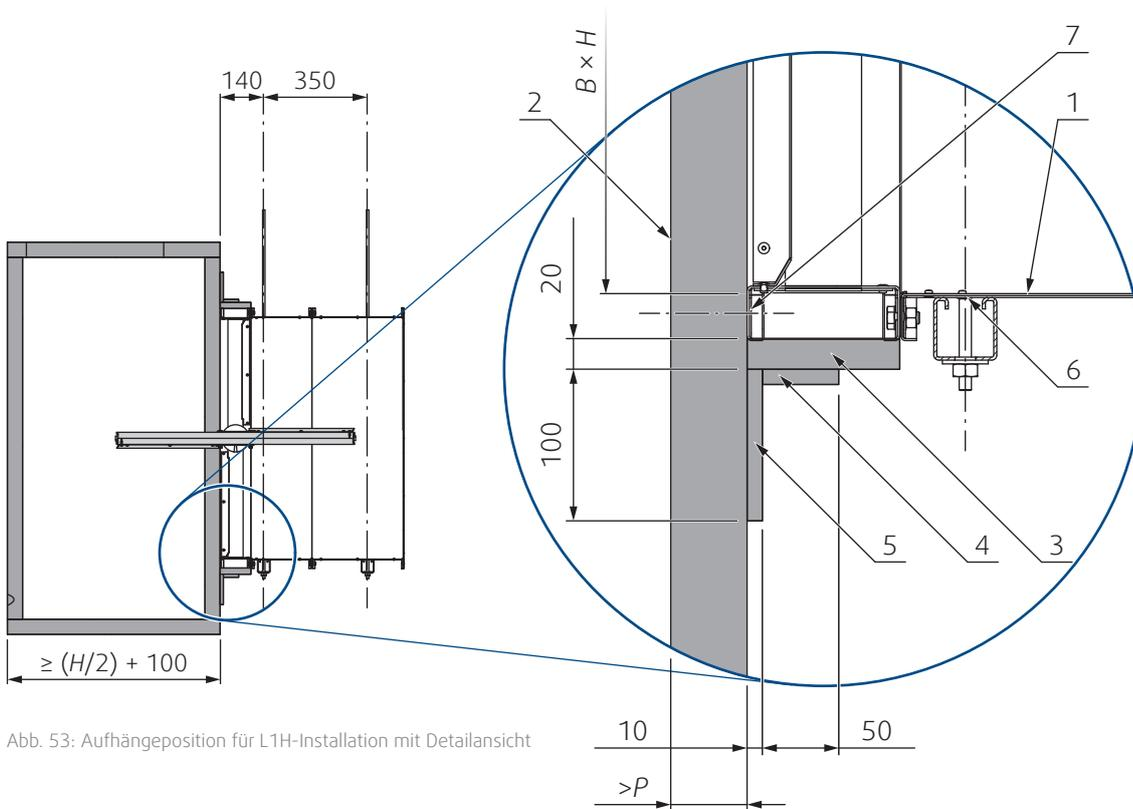

Abb. 53: Aufhangeposition fur L1H-Installation mit Detailsicht
1. Kanalanschluss oder -öffnung gemäß Abb. 53 vorbereiten, die Anschlussfläche reinigen.
2. Auf die Anschlussflächen eine Brandschutzschicht (8) gemäß Abb. 53 auftragen.
4. Aus den Platten (4 und 5) einen überlappenden Kragen bilden, wie in Abb. 53 dargestellt.
5. Befestigen Sie den Überlappungskragen mit den Schrauben (6) an der Entrauchungsklappe.